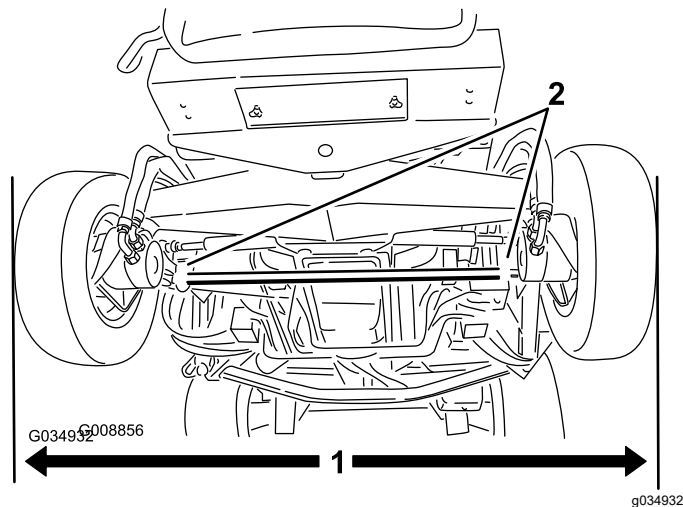

Figura 84
1. Con gli pneumatici posteriori in posizione diritta, misurate la distanza esterna (all'altezza dell'assale) sulla parte anteriore e posteriore degli pneumatici posteriori (Figura 84).
2. Per regolare la convergenza, allentate i morsetti su entrambe le estremità dei tiranti (Figura 84).